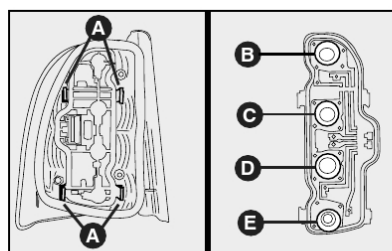

fig. 30
4) pressionar levemente as orelhas **A-fig. 30** de bloqueio do soquete e retirá-la da lente da lanterna;